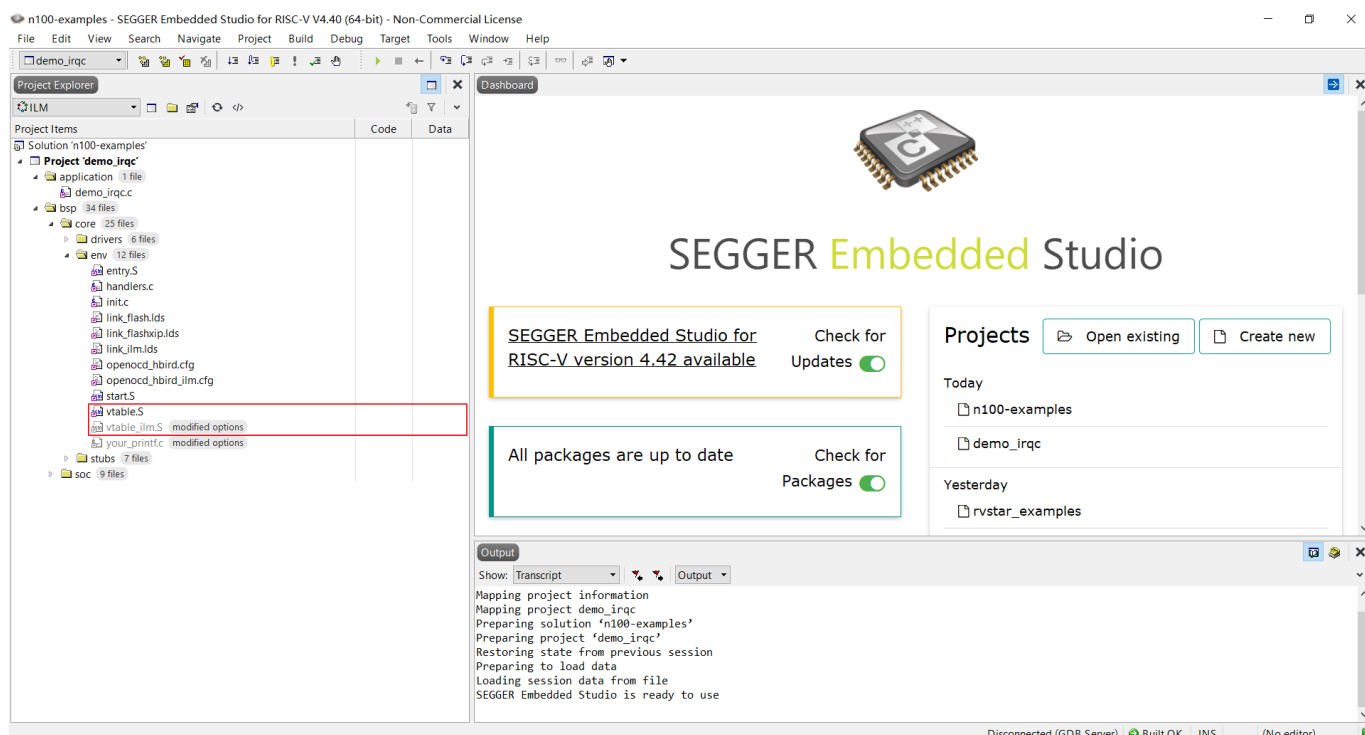

图 2-19 根据编译链接模式保留文件
- 如果使用 FLASH 模式编译链接（需选择链接脚本为 link_flash.lds），在图 2-19 红框中需要将 vtable.S 移除工程，保留 vtable_ilm.S。
- 使用 ILM 模式编译链接（需选择链接脚本为 link_ilm.lds），在图 2-19 红框中需要将 vtable_ilm.S 移除工程，保留 vtable.S。